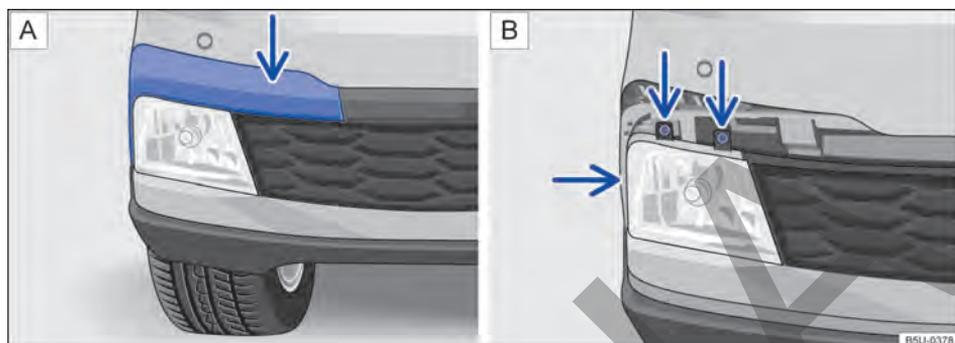

Fig. 186 En el paragolpes delantero: **A** desinstalar la moldura del farol de neblina y **B** retirar los tornillos del farol de neblina.
2. Desencajar la moldura, con cuidado → ⓘ, primero del lugar indicado por la flecha → fig. 186 **A**. Desmontar completamente para acceder a los tornillos del farol de neblina.
3. Retirar los tornillos de fijación indicados por las flechas → fig. 186 **B**.